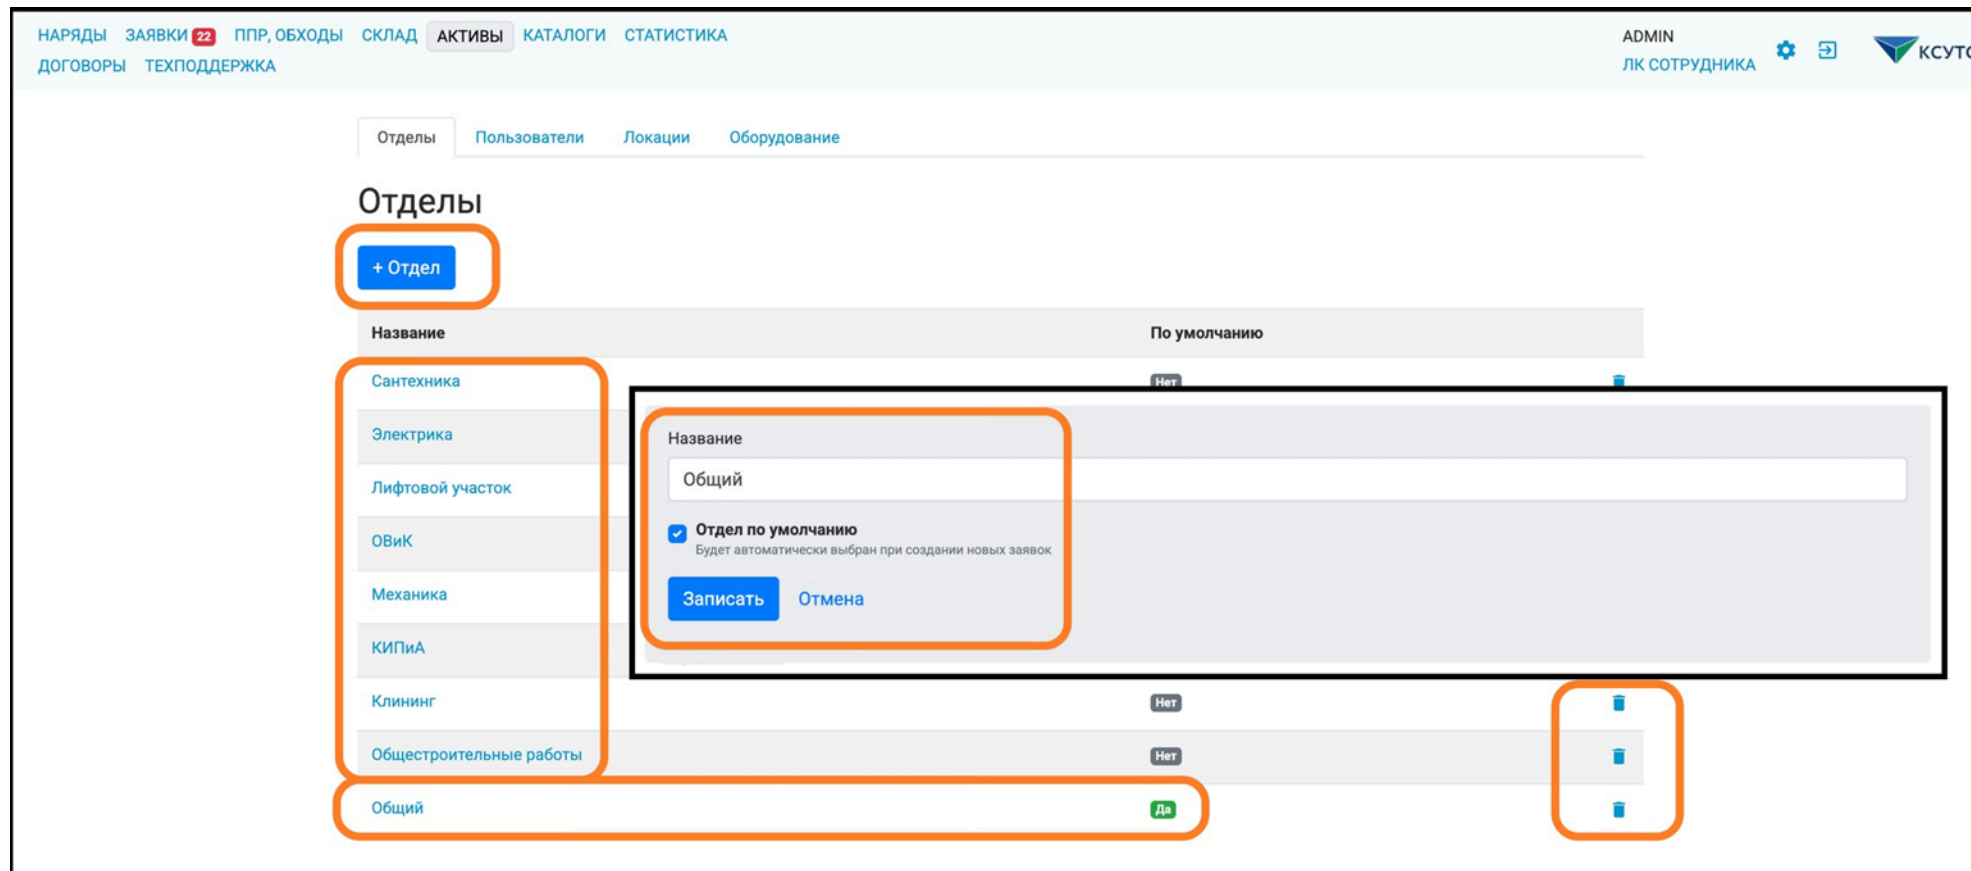

Рис.1 Создание, редактирование и удаление Отдела
- 4.1.4. Для удаления отдела, нажмите на корзину с правой стороны (рис.1).